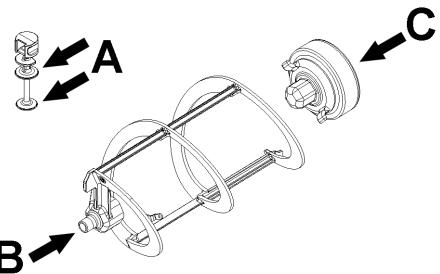
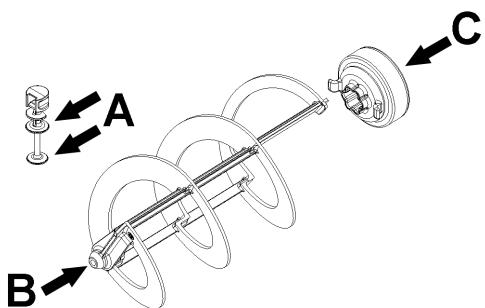

figure 16
figure 17
- 2 Lubrifier le piston du robinet, le joint hexagonal et le mélangeur aux points indiqués dans la (voir figure 16) (B-Frozen 6) o (voir figure 17) (B-Frozen 10). Utiliser uniquement la graisse fournie avec la machine ou une autre **graisse**
- 3** Remettre le robinet en place sur le bac en effectuant les opérations de la (voir figure 16) (voir figure 17) en sens inverse.